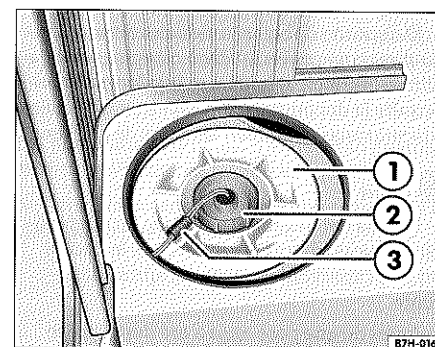

Fig. 43 Abertura de limpieza del depósito de agua potable
Se puede acceder a la abertura de limpieza desde el interior de la puerta del armario ropero. En la parte superior del depósito se encuentra una abertura grande. El tapón de la misma ⇒ fig. 43 ① se abre girándolo hacia la izquierda.